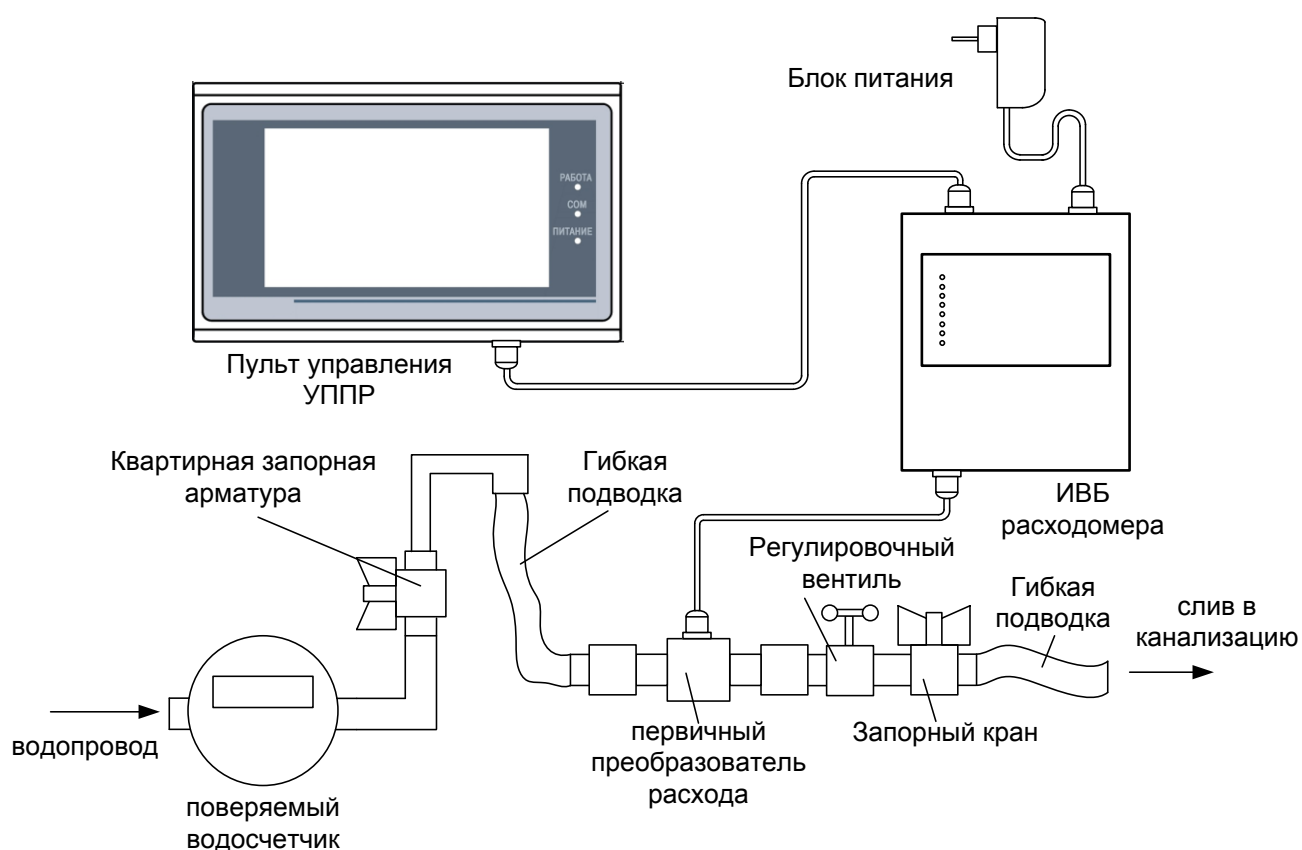

Рисунок 1. Структурная схема УППР
- для пульта управления УППР и измерительно-вычислительного блока (рис. 1) не менее IP40;
4.1.4 Полностью открыть регулировочный вентиль и запорный шаровый кран (рис. 1) УППР. Плавно полностью открыть квартирную запорную арматуру, ждать в течение не менее 1 минуты пока из проточной части УППР выйдет весь воздух.
4.1.5 Подключить блок питания УППР (рис. 1) к сети питания ~220 В, на индикаторе пульта управления УППР появится экран приветствия: